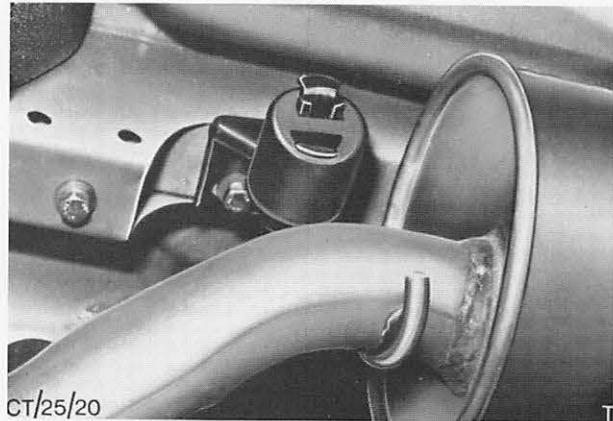

Abb. 30 Gummi-Stegschlaufe (hintere Auspuffaufhängung)
5. Hintere Anlage in Einbaulage bringen und an vorderer Anlage anschließen. Anlage hinten in die Gummi-Stegschlaufe einhängen, Abb. 30, und Klemmschelle lose vormontieren.